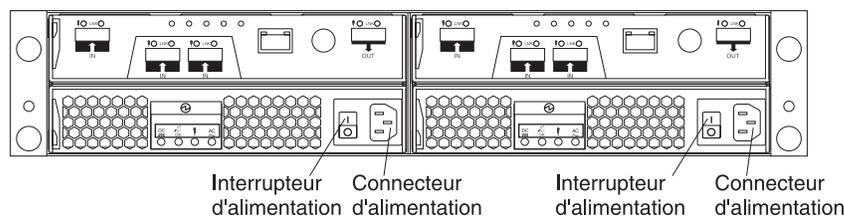

Figure 33. Interrupteurs et connecteurs d'alimentation du DS3200
5. Mettez sous tension les deux interrupteurs d'alimentation AC à l'arrière du sous-système de stockage. La figure 33 indique les emplacements des interrupteurs d'alimentation AC sur le DS3200.